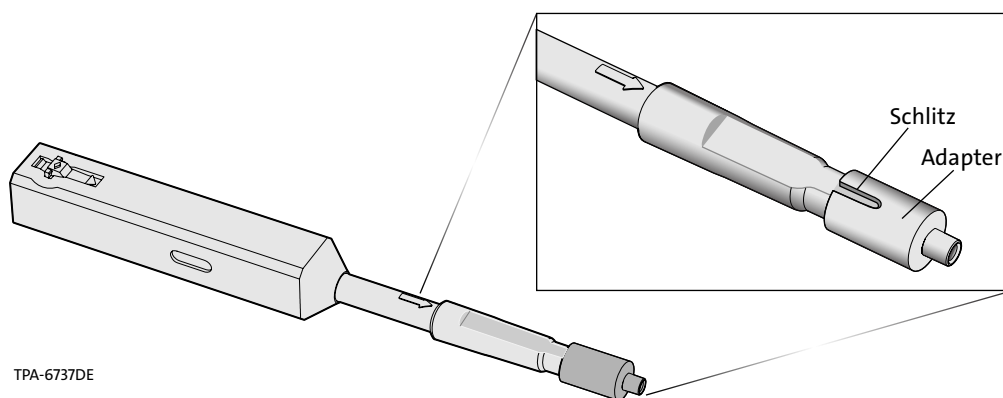

Abbildung 2
**Schritt 1:** Falls noch nicht angebracht, setzen Sie den kleinen runden Adapter auf das Ende des Werkzeugs (Abbildung 2). Beachten Sie den Schlitz an der Oberseite des Adapters.